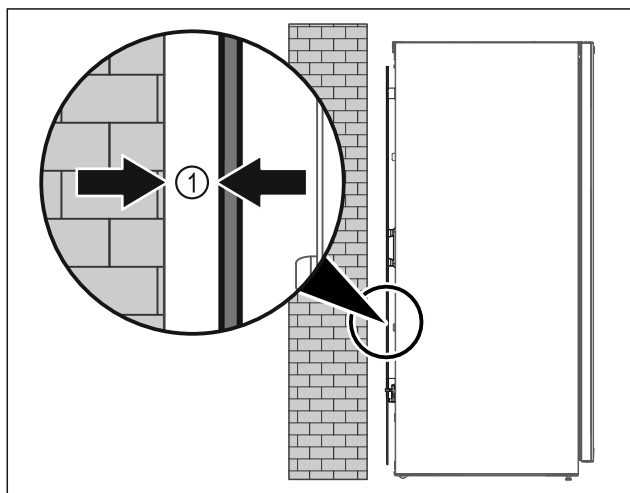

Fig. 9
- Apparaat ofwel vrij in de ruimte of direct tegen een wand met een minimumafstand van 5 mm *Fig. 9 (1)* opstellen.